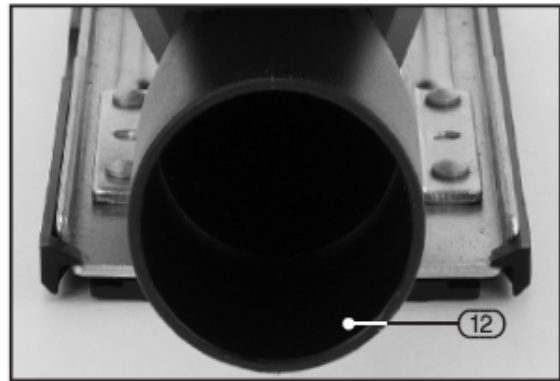

FIG.12
9.7 DUST BLOW/EXTRACTION – FIGS.12 – 13